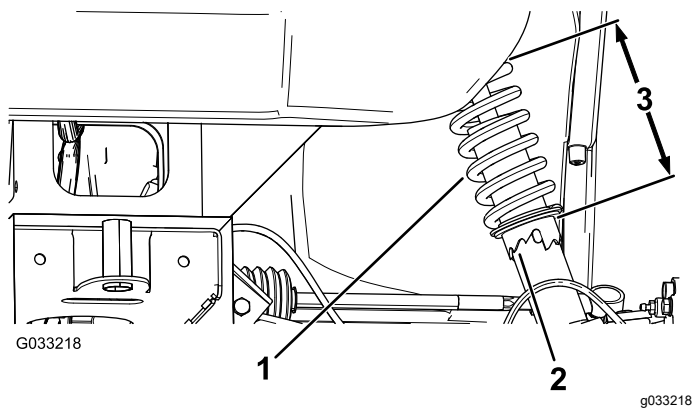

Figura 55
2. Si la caída de la rueda no está alineada, utilice la llave de tuercas para girar el collarín en el amortiguador y alinear la rueda (Figura 55).